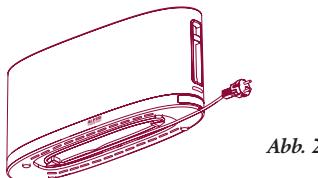

Abb. 2
- Stellen Sie den Toaster auf einer ebenen Stellfläche und vor entflammbarer Material geschützt ab. Regulieren Sie die erforderliche Kabellänge bis zur Steckdose. Der Kabelauflwickler am Toasterboden gestattet die Regulierung der Kabellänge (Abb. 2). Schließen Sie den Netzstecker an die Netzsteckdose an.